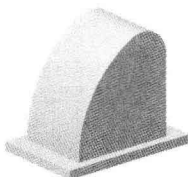
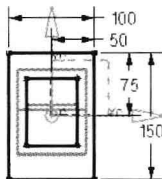

图 1.6 拉伸特征 2
图 1.7 截面草图
Step4. 创建图 1.6 所示的拉伸特征 2。选择下拉菜单 **插入(S)** $\rightarrow$ **设计特征(F)** $\rightarrow$ **拉伸(E)...** 命令；选取 YC-XC 基准平面为草图平面，绘制图 1.7 所示的截面草图，在 **限制** 区域的 **开始** 下拉列表中选择 **值** 选项，并在其下的 **距离** 文本框中输入值 0；在 **限制** 区域的 **结束** 下拉列表中选择 **值** 选项，并在其下的 **距离** 文本框中输入值 10；在 **布尔** 区域中选择 **求和** 选项，采用系统默认的求和对象。